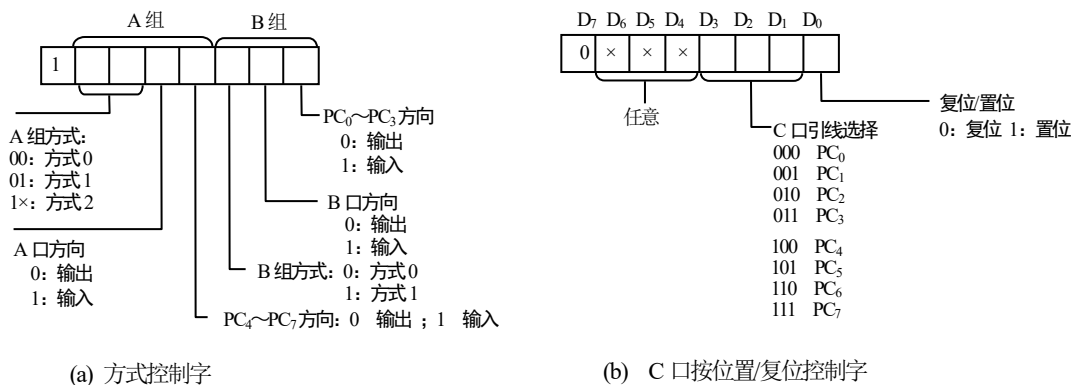
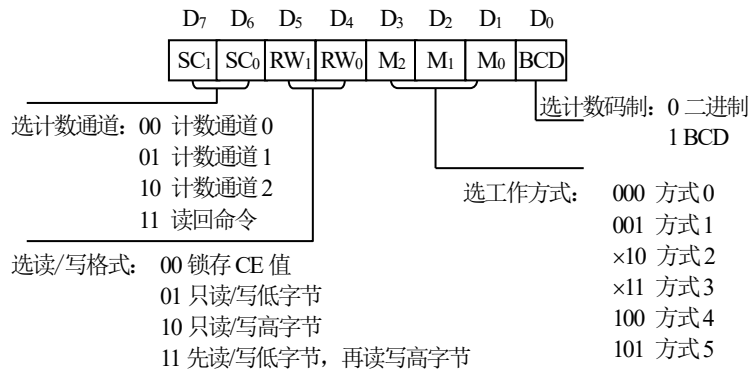
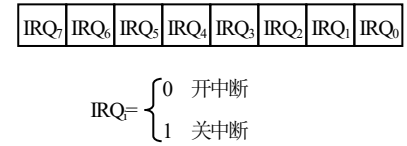

图 T.2 8255 方式控制字和 C 口按位置/复位控制
图 T.3 8254 控制字格式
图 T.4 中断屏蔽字格式
但硬件和程序设计好后，通过调试总是得不到正确的结果。现已知 8255、8254 控制字分别如图 T.2 和图 T.3 所示，系统中断级 IRQ₀~IRQ₇ 对应的中断向量号分别为 0x08~0x0f，中断屏蔽字格式如图 T.4 所示，元器件和连线可靠性都没问题，硬件和程序共有 10 处错误，希望你帮他找出硬件和程序中存在的错误，说明原因并予以纠正。
(2) (8 分, 每空 1 分) 已知 8254 的控制字格式如图 T.3 所示, 下列程序完成 8254 的初始化, 并控制 ADC0809 的通道 7 (IN_7) 采集 12 个数据, 将转换结果存入 buf 开始的数据缓冲区。根据程序中提示, 将程序填写完整。